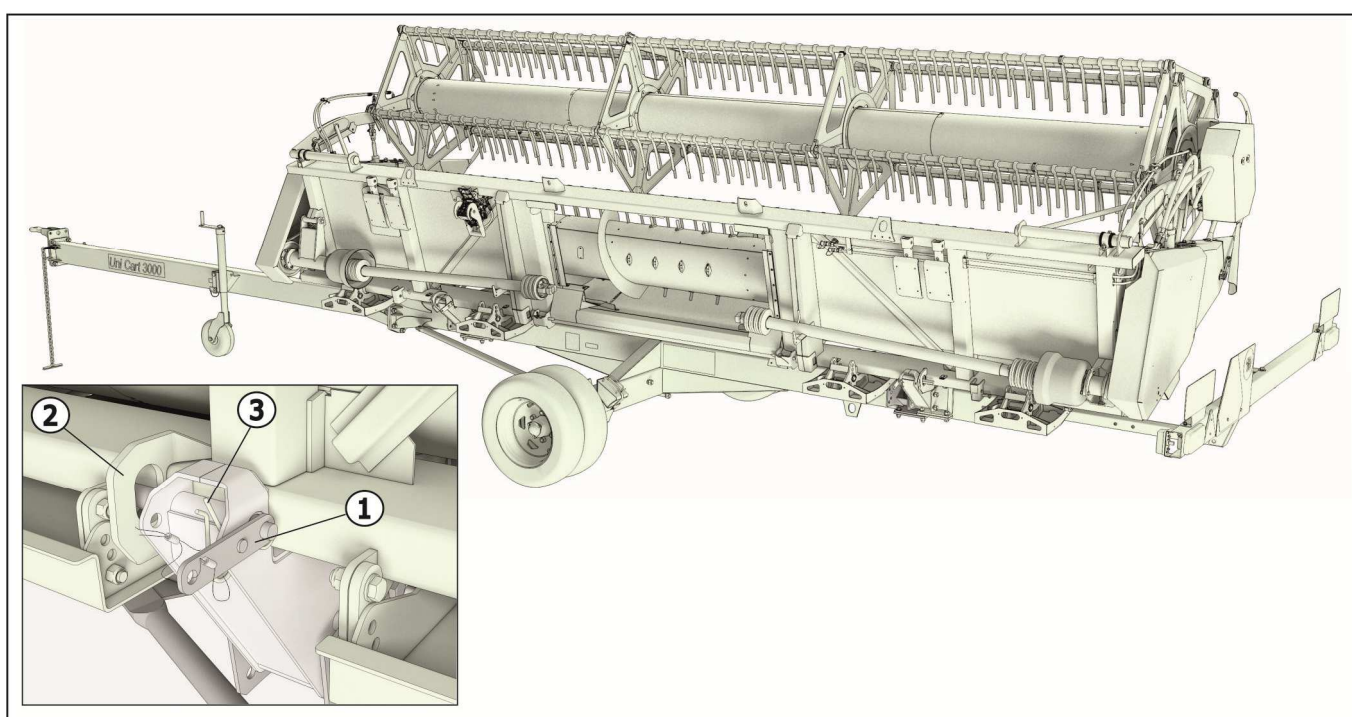

Рисунок 8.8 – Установка жатки на приспособление ППА-700
8.2.2.2 Жатку необходимо установить на тележку таким образом, чтобы фиксаторы тележки 1 (рисунок 8.8) можно было свободно задвинуть в ухо 2 жатки.